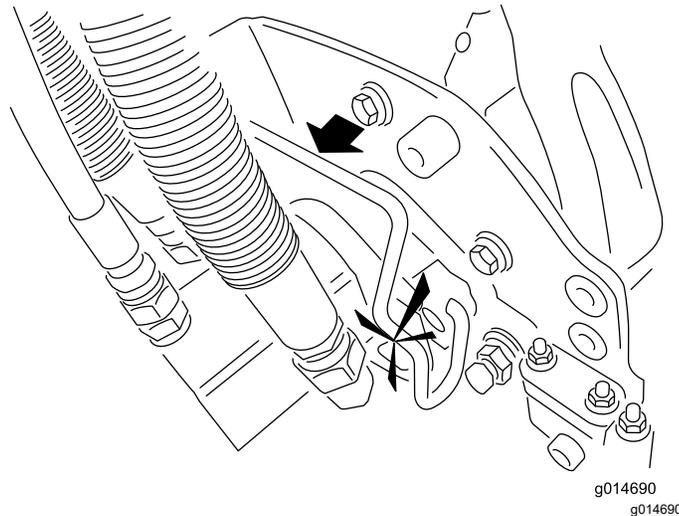

Figura 48
5. Cubra el eje acanalado del motor de la unidad de corte con grasa limpia (Figura 48).
6. Introduzca el motor en el lado izquierdo de la unidad de corte (visto desde el puesto del operador) y tire de la barra de retención del motor en la unidad de corte hacia el motor hasta que oiga un “clic” en ambos lados del motor (Figura 48).